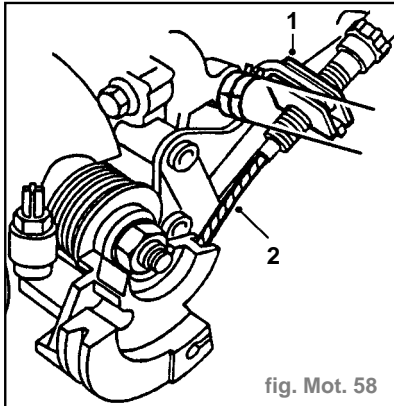

fig. Mot. 58
- Dégager les tuyaux de liquide de refroidissement du coude de sortie (2).
- Débrancher les fiches multibroches des sondes de liquide sur le coude de sortie (3).
- Dégager l'écrou de réglage de câble d'accélérateur du support de butée (1) (fig. Mot. 58).